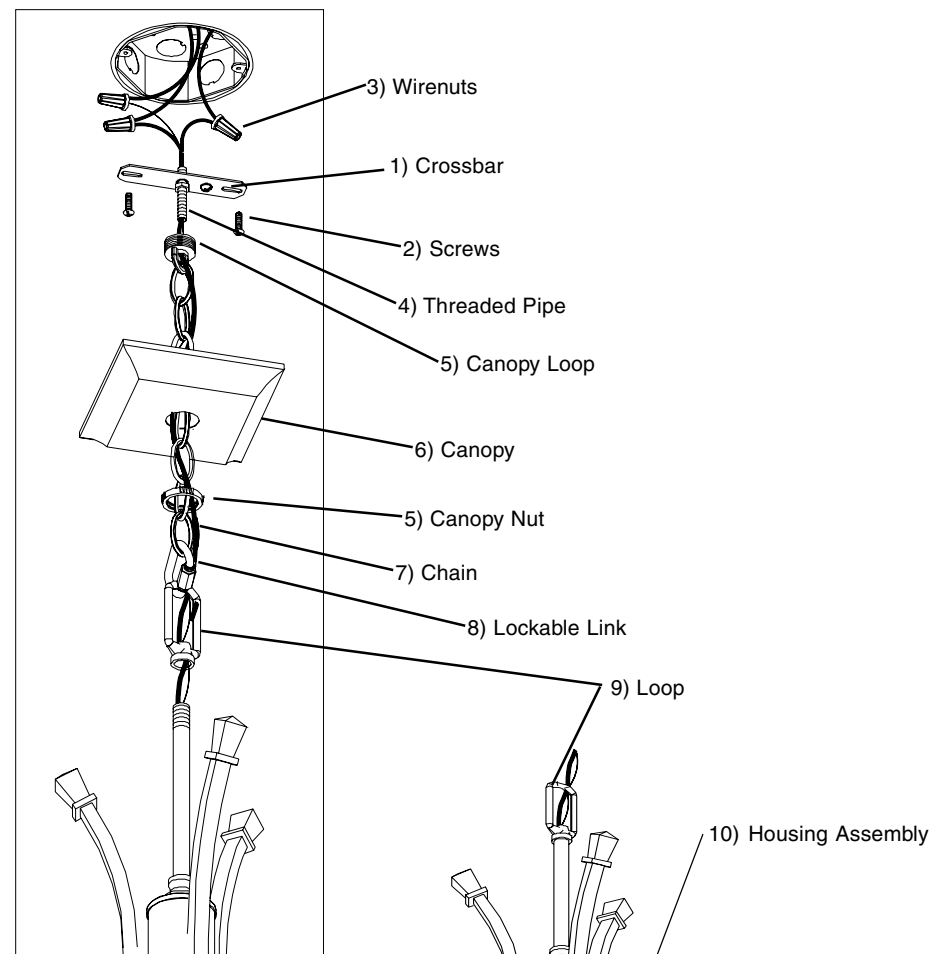

Figure 1
3. Assemble mounting hardware: Thread Threaded Pipe (1) about 1/2" into center hole of Crossbar (4). Hold short end of Threaded Pipe and place Canopy (6) over opposite end (Note: Crossbar will be inside of canopy). Thread Canopy Loop/Nut (5), attached to end of chain, onto end of Threaded Pipe. **See Fig. 1.**
4. To determine desired length of chain use Lockable Link (8) and hook Chain temporarily to Loop (9). Hold fixture up to ceiling to determine desired length of Chain and remove links if needed. *Note: Use pliers to remove links to adjust Chain to desired length or call Technical Support to purchase additional chain.* Attach end link of Chain (7) to Loop (9) with Lockable Link (8). Route the ground & fixture supply wires through every fourth link of chain and through center of 1-1/2" Threaded Pipe (4) in Crossbar. Trim ground & fixture supply wires to extend approximately 6" beyond Threaded Pipe and strip 1/2" insulation from ends of wires. **See Fig. 1.**
5. Take fixture assembly by the Chain, loosen Canopy Nut completely and slide Canopy down. Have one person help to support fixture while **mounting Crossbar (1) to junction box** with two 1-1/2" Screws (2). **See Fig. 1.**
7. Use Wirenuts (3) to connect brown or clear fixture wire to the black power supply wire and brown or clear ribbed fixture wire to the white power supply wire. **See Fig. 1.**
3. Ensamble el herraje de montaje: Rosque el Tubo Roscado (1) alrededor de 1/2" en agujero de centro de la Barra Transversal (4). Sostenga el extremo corto del Tubo Roscado y coloque el Espaciador de Sobrecielo (6) sobre el extremo opuesto (Nota: La Barra Transversal estará dentro del Espaciador de Sobrecielo). Rosque la Tuerca de Lazo del Espaciador de Sobrecielo (5), la cual esta sujeta al extremo de la cadena, al extremo del Tubo Roscado. Vea Fig. 1.
4. Para determinar la longitud deseada de la cadena use el Eslabón de Cerradura (8) y enganche la Cadena temporalmente al Lazo (9). Sostenga el luminario hasta el techo para determinar longitud deseada de la Cadena y si necesario, quite eslabones. Nota: Use alicates para quitar los eslabones y ajustar la Cadena a la longitud deseada o llame a Soporte Técnico para comprar cadena adicional. Sujete el eslabón final de la Cadena (7) al Lazo (9) con el Eslabón de Cerradura (8). Encamine los alambres de tierra y de suministro de electricidad del luminario a través cada cuarta eslabón de la cadena y por el centro del Tubo Roscado de 1-1/2" (4) en la Barra Transversal. Corte los alambres de hacer tierra y los de suministro de electricidad del luminario para que extiendan aproximadamente 6" más allá de Tubo Roscado y quite 1/2" del material aislante del extremo de los alambres. Vea Fig. 1.
5. Agarre el ensamblaje del luminario por la Cadena, suelte la Tuerca del Espaciador de Sobrecielo totalmente y deslice el Espaciador hacia abajo. **Haga que una persona ayude a sostener el luminario mientras este montando la Barra Transversal (1) a la caja de ensambladura** con dos Tornillos de 1-1/2" (2). **Vea Fig. 1.**